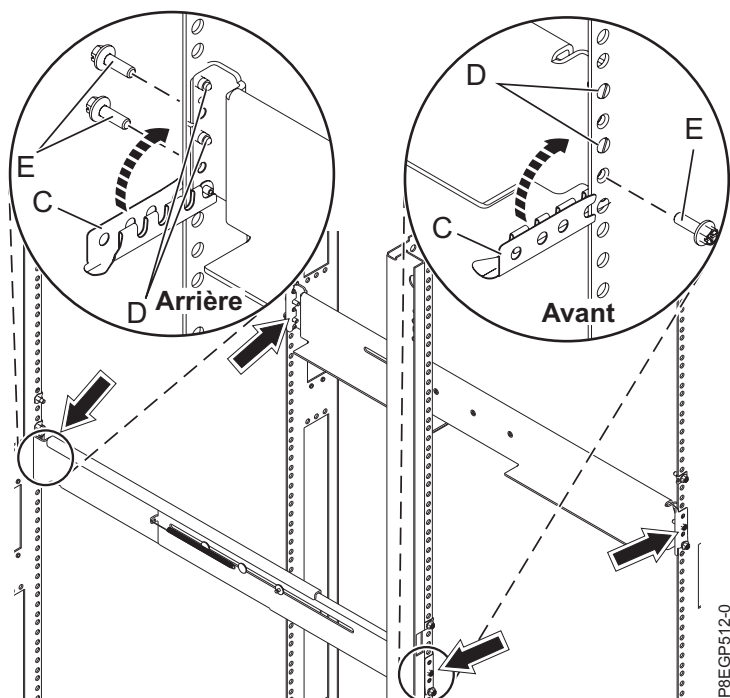

Figure 6. Fixation des glissières
- a. Étirez la glissière de droite et insérez les ergots **(D)** dans les deux trous de montage les plus bas marqués sur l'armoire, de sorte que la glissière soit orientée vers le haut, comme illustré dans la figure 6, à la page 10
- b. Faites pivoter vers le haut la fixation avant **(C)** pour bloquer la glissière, comme illustré dans la figure 6, à la page 10.